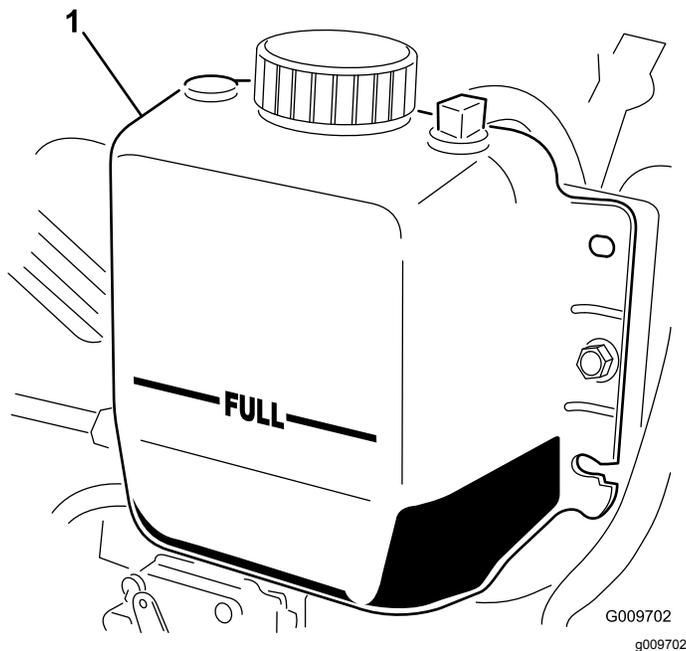

Bild 17
2. Prüfen Sie den Kühlmittelstand im Kühler. Der Kühler muss bis zur Oberseite des Einfüllstutzens und das Ausdehnungsgefäß bis zur VOLL-Markierung gefüllt sein (Bild 17).